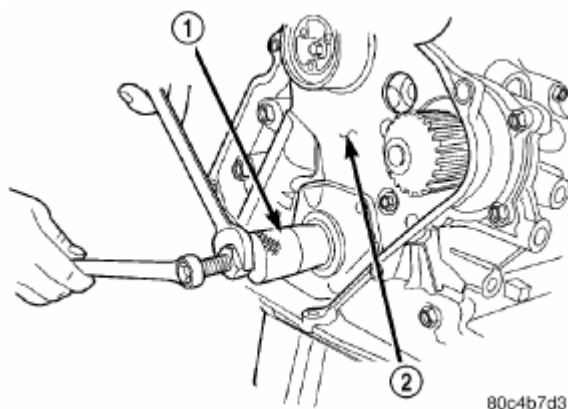

Рис. 53. Снятие переднего масляного уплотнения коленвала.
(4) При помощи приспособления 6771 снять переднее масляное уплотнение (Рис.53). не повредите уплотнительную поверхность крышки.